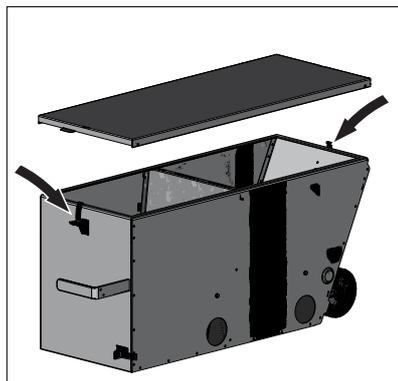

Fig. 34 Ouvrir les fermetures à genouillère, enlever le couvercle et vidage du bac à cendres
- ▶ Desserrer les deux fermetures à genouillère en haut du couvercle, retirer le couvercle et vider le bac à cendres – Fig. 34.